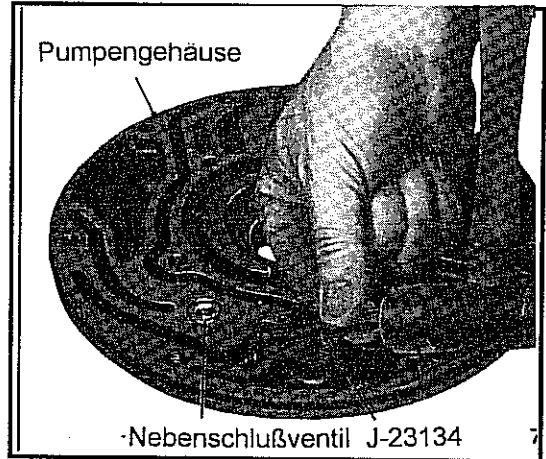

Abb. 10-68 Nebenschlußventil zum Getriebeölkühler
- Die Pumpe auf Holzklötzen lagern, um den Sitz, Stahlkugel und Druckfeder aus dem Pumpengehäuse herausdrücken. Abb. 10-68.